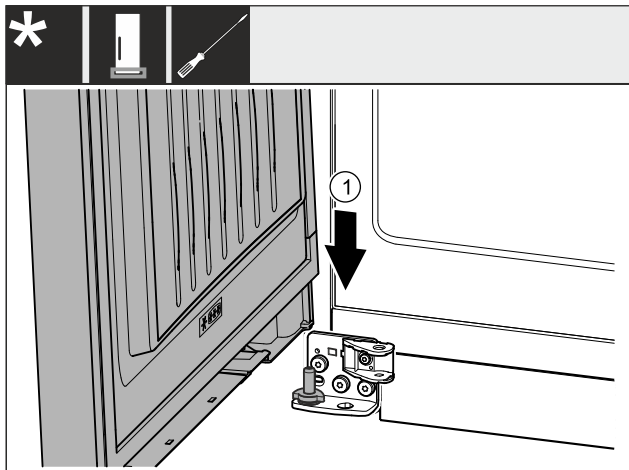

Fig. 30
- ▶ Uzlieciet durvis no augšas uz apakšējās gultņa tapas. Fig. 30 (1)